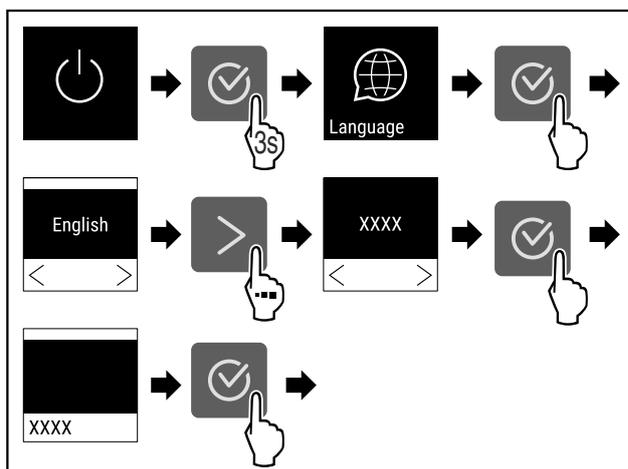

Fig. 54
- ▶ Vykonajte kroky akcie (pozri Fig. 54).